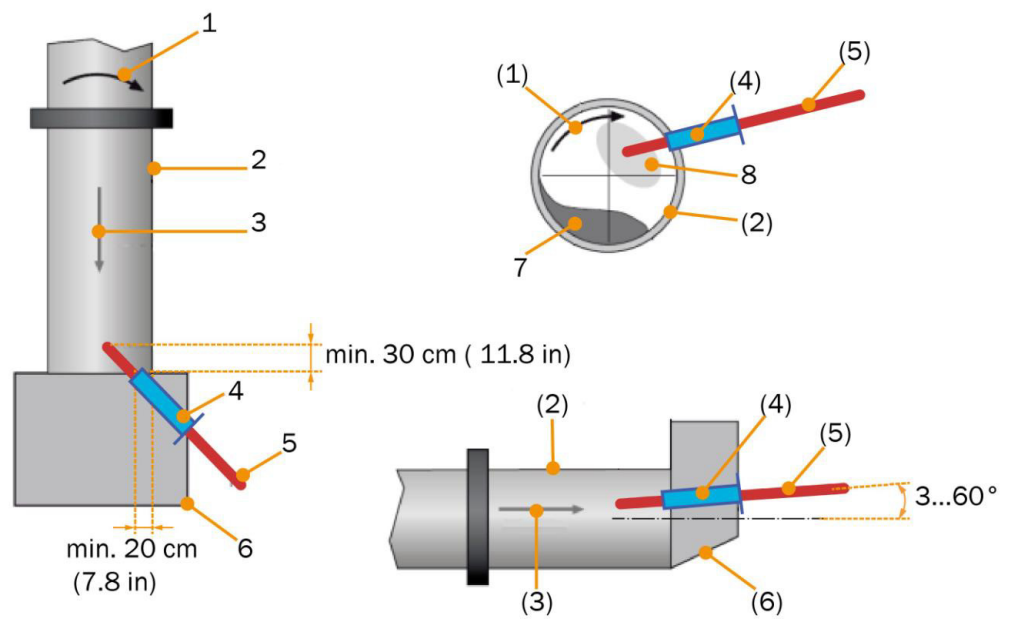
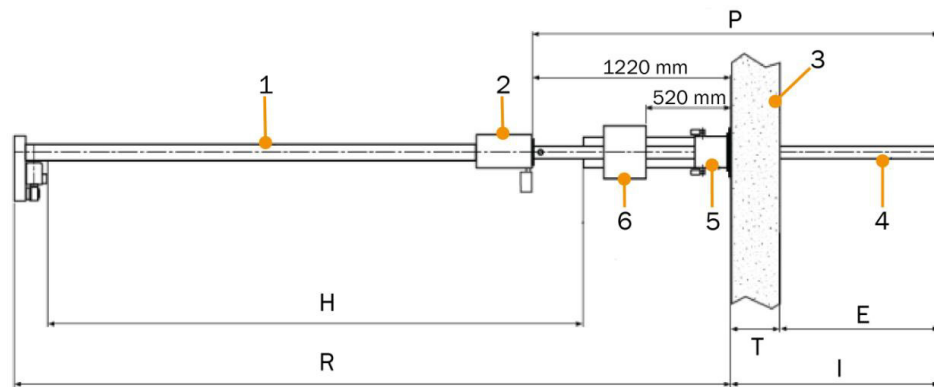

Abb. 17: Position der Sonde im Drehrohrofen
Abb. 18: Abmessungen des SCP3000
- ▶ Die Beziehung zwischen der Sondenlänge, dem Bewegungsweg der Ausfahrvorrichtung und der Einfahrtiefe lässt sich ableiten aus Abb. 17: „Position der Sonde im Drehrohrofen“, Seite 33, Abb. 18: „Abmessungen des SCP3000“, Seite 34.